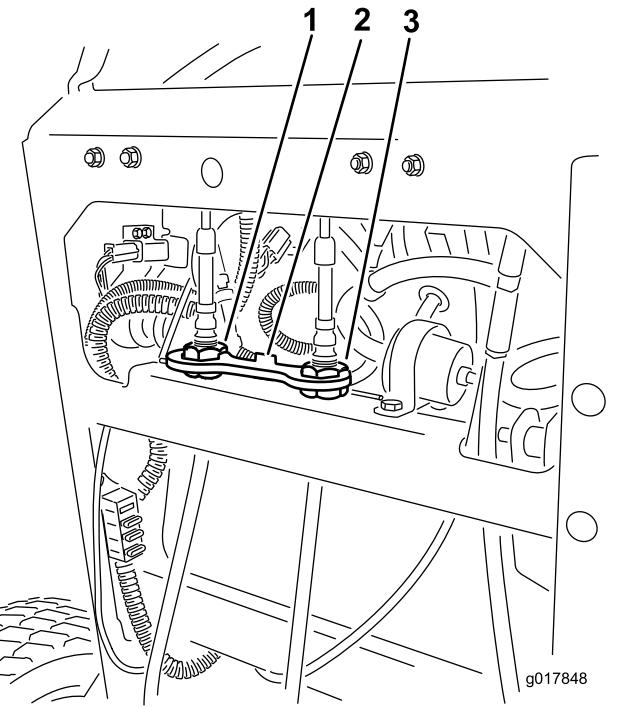

図 67
- 6. ケーブルロックを調整ナットに取り付けて、調整を固定する図 67。